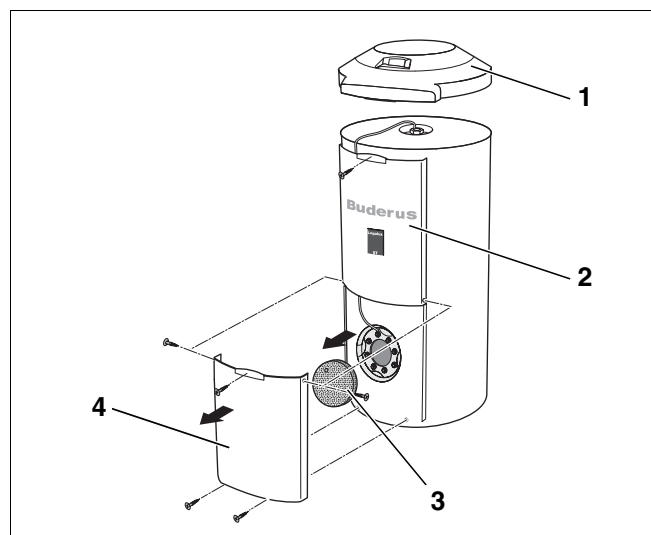
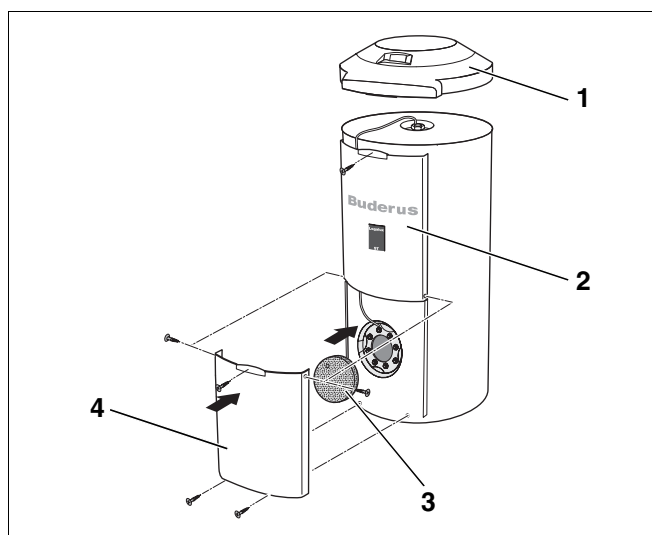

Fig. 10 Smontaggio del rivestimento
Fig. 15 Montaggio del rivestimento
- Smontare il coperchio del rivestimento (fig. 10, **pos. 1**).
- Sfilare la parte superiore del pannello di rivestimento (fig. 10, **pos. 2**) dal profilo di guida allentando le tre viti in alto e sui lati.
- Sfilare la parte inferiore del pannello di rivestimento (fig. 10, **pos. 4**) e l'isolamento termico del coperchio d'ispezione (fig. 10, **pos. 3**) dal profilo di guida allentando le tre viti centrali (in alto e in basso).
- Inserire la parte inferiore del pannello di rivestimento (fig. 15, **pos. 4**) e l'isolamento termico del coperchio d'ispezione (fig. 10, **pos. 3**) nel profilo di guida e fissarla con le tre viti al centro e in basso.
- Inserire la parte superiore del pannello di rivestimento (fig. 10, **pos. 2**) nel profilo di guida e fissarla con le tre viti in alto e sui lati.
- Posizionare il coperchio del mantello (fig. 10, **pos. 1**) sull'accumulatore produttore d'acqua calda.